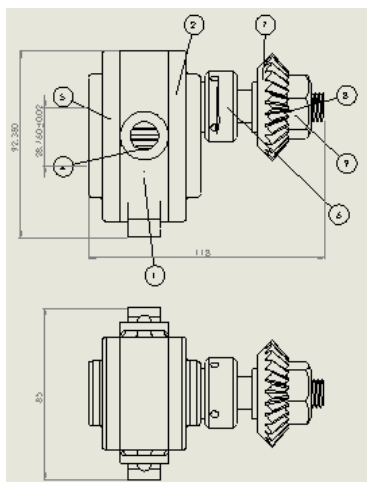
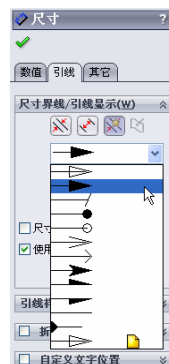
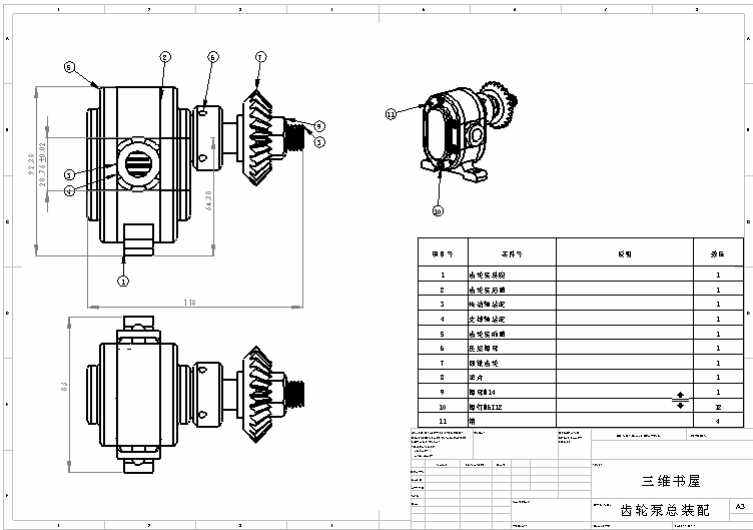

图 15-59 选择尺寸线
图 15-60 “尺寸界线/引线显示”面板
图 15-61 更改尺寸属性
❷ 选择视图中的所有尺寸，如图 15-59 所示，在“尺寸”属性管理器中的“尺寸界线/引线显示”面板中选择实心箭头，如图 15-60 所示。单击“确定”按钮，修改后的视图如图 15-61 所示。